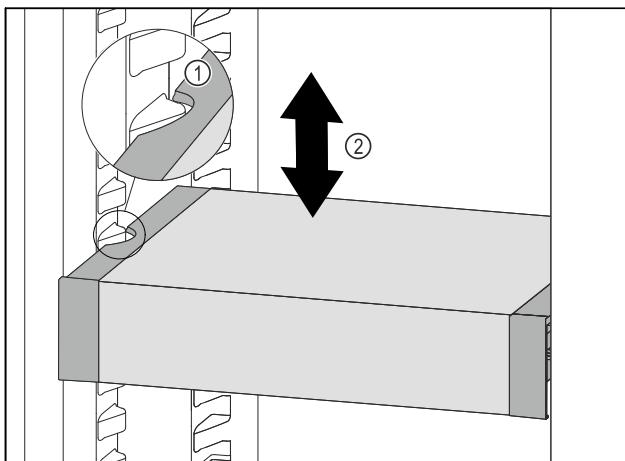

Fig. 40
- Потягнути VarioSafe вперед, поки бокові заглиблення VarioSafe не опиняться на рівні ребра для резервуара в охолоджувальному відділенні. Fig. 40 (1)
- Пересуваите VarioSafe вгору або вниз в охолоджувальному відділенні до тих пір, поки не досянете бажаної висоти. Fig. 40 (2)